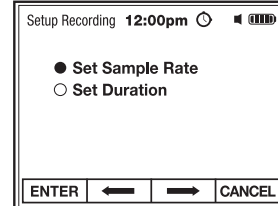

Fig. 5
2. Utilice los botones de función para seleccionar e INGRESAR el Rango de Muestra o Duración (Fig. 5).